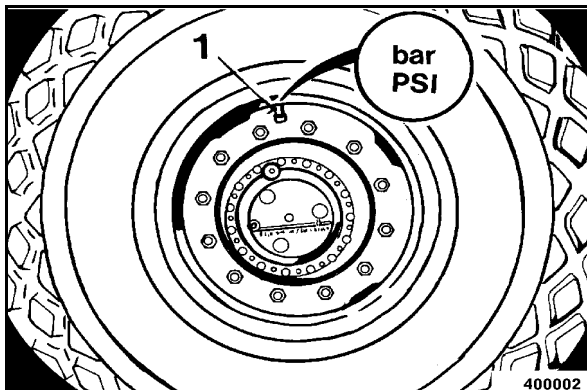

fig. 126
- Mesurer la pression de gonflage à l'aide d'un manomètre avec la valve 1 (fig. 126) en position haute.